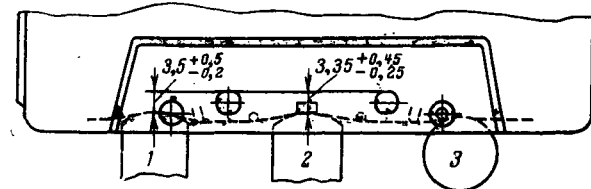

Рис. 11. Расположение магнитных головок относительно кассеты.
10) магнитные головки устанавливают относительно кассеты согласно рис. 11. Давление лентоприжима на универсальную головку в пределах $(5 \pm 15) \cdot 10^3$ н/м² (около 0,5—1,5 г/мм²);